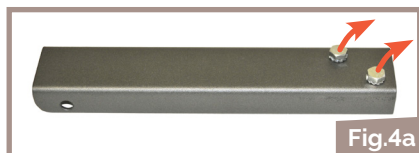
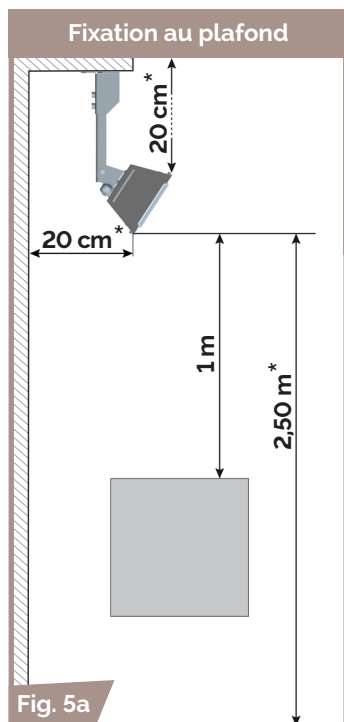

Fig. 4a
Fig. 5a
- Lorsque l'appareil est en fonctionnement, aucune de ses parties ne devra se trouver à proximité d'une matière ou d'un matériau combustible non protégé. Tenir compte des distances d'éloignement minimales suivantes : 50 cm vers le haut, 60 cm latéralement et 1 m vers le bas (voir Fig. 4a et 4b page 7 et Fig. 5a et 5b page 8).
1. Retirer les vis sur le bras (Fig. 4a).
3. Fixer l'ensemble au plafond ou au mur en respectant les distances de sécurité (Fig. 5a-5b et 6a-6b). Utiliser des vis adaptées au support et au poids de l'appareil.